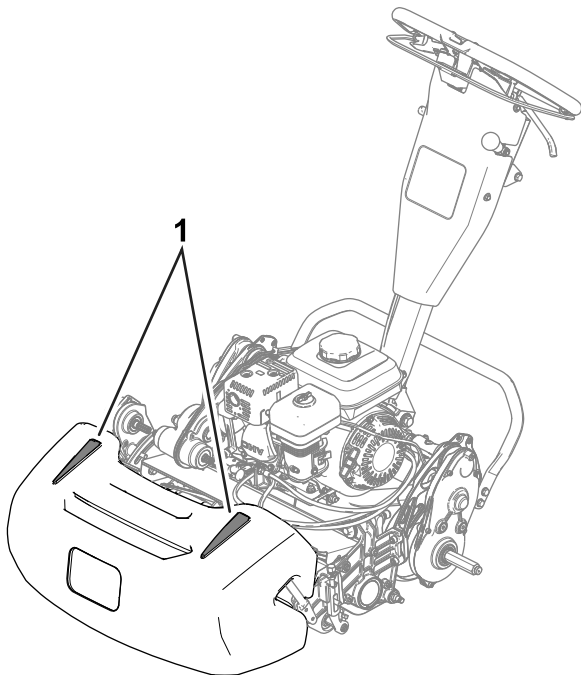

Bild 24
- Verwenden Sie die Ausrichtungstreifen am Grasfangkorb (Bild 24), damit Sie in einer möglichst geraden Linie über die Grünfläche fahren und einen gleichmäßigen Abstand zum zuvor gemähten Rasenstück einhalten.